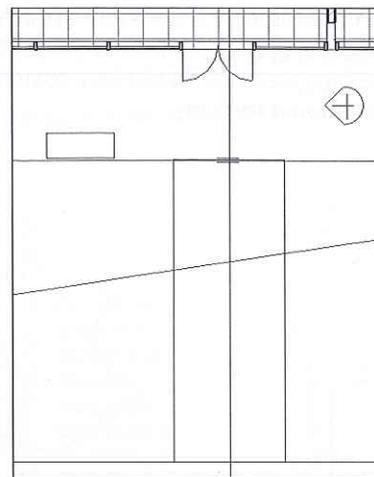

Figura 9.13 – Piso plano.
1. Crie um piso horizontal, como mostra a Figura 9.13, com linhas criando a borda do piso.